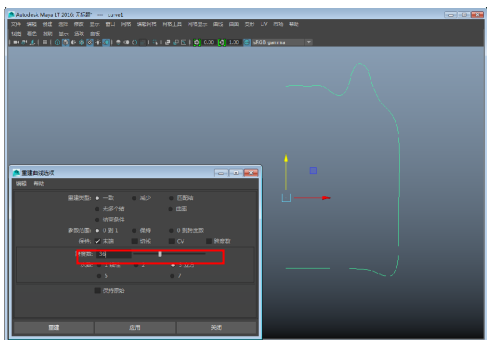

图 3-148 重构曲线
- 6 按住鼠标右键不放，从打开的编辑菜单中选择【对象模式】命令，退出顶点编辑状态。选择【曲线】|【重建】右侧的小方块按钮 ，在打开的对话框中将【跨度数】设置为 36，从而改变曲线的平滑程度，如图 3-148 所示。